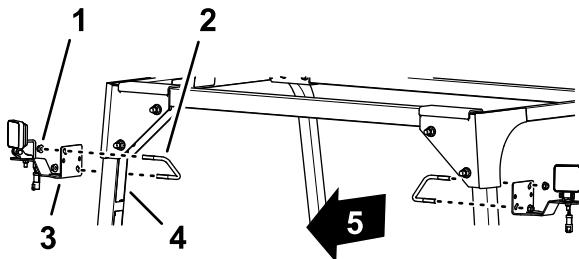

图 7
1. 如**图 7**所示用 U 形螺栓 $\frac{3}{8}$  x 3 $\frac{1}{2}$  x 2-13/16 英寸和凸缘锁紧螺母 $\frac{3}{8}$  英寸将 LED 灯和支架组装到后 ROPS 管上。